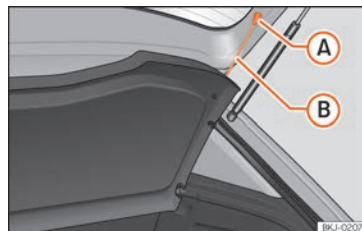

Fig. 163 En el maletero: desmontar y montar la bandeja.
- Desenganche los tirantes de sujeción »» **fig. 163** **B** de los alojamientos **A**.
- Enganche los tirantes de sujeción » » fig. 163 B en el portón trasero.